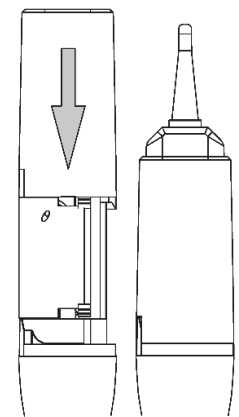

Figure 5
8. Trek de oranje behuizing terug om de cartridge vast te zetten. De cartridge is nu volledig gesloten (**Afbeelding 5**).